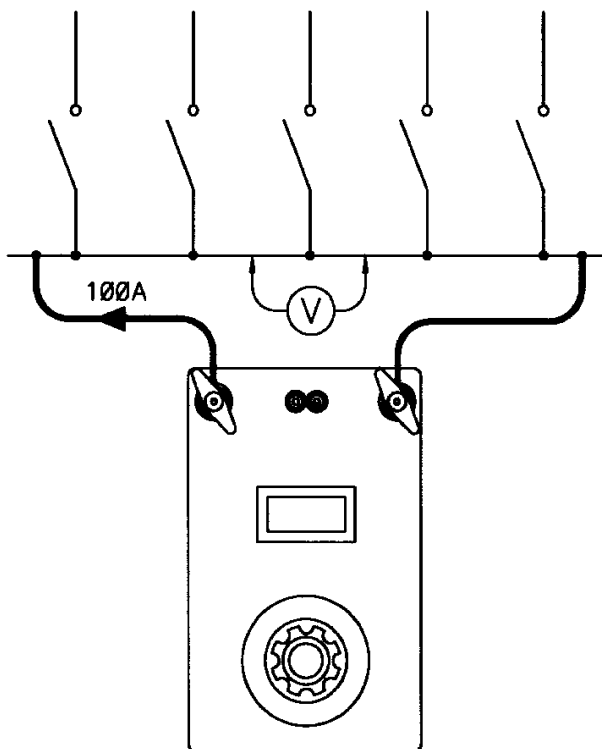

Fig. 3
- 4] Branchez les câbles courant à l'objet du test, voir fig. 3. Ne branchez pas les câbles de détection. La mesure va être effectuée manuellement à l'aide d'un voltmètre externe portatif.